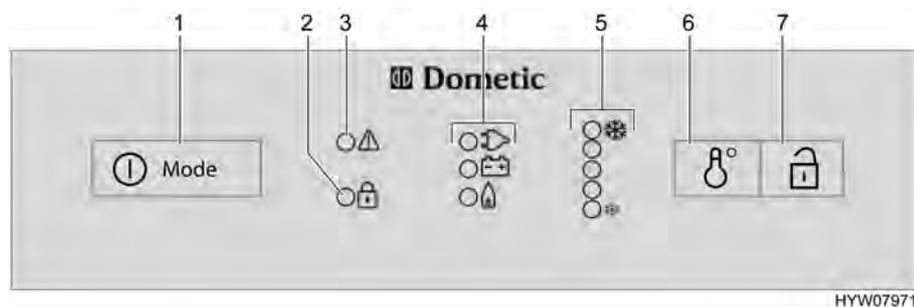

Fig. 191 Boutons de commande pour le réfrigérateur (Dometic Série 8 avec SMSE)
- Appuyer sur le commutateur/sélecteur de source d'énergie (Fig. 191,1) pendant 2 secondes pour mettre l'appareil en marche. La DEL du dernier mode de fonctionnement sélectionné s'allume.
- Si nécessaire, appuyer brièvement plusieurs fois sur le commutateur/sélecteur de source d'énergie (Fig. 191,1) jusqu'à ce que le voyant de contrôle gaz "🔥" s'allume. L'arrivée de gaz est ouverte. L'allumage s'effectue de manière automatique. Un tic-tac est distinctement perceptible jusqu'à ce que la procédure d'allumage soit effectuée avec succès.
- Régler la température de réfrigération avec l'interrupteur réglage de la température (Fig. 191,6).
- Si nécessaire, appuyer brièvement plusieurs fois sur le commutateur/sélecteur de source d'énergie (Fig. 191,1) jusqu'à ce que le voyant de contrôle 230 V "⚡" s'allume.
- Si nécessaire, appuyer brièvement plusieurs fois sur le commutateur/sélecteur de source d'énergie (Fig. 191,1) jusqu'à ce que le voyant de contrôle 12 V "⊖" s'allume.